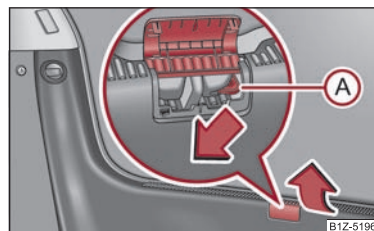

Fig. 29 Desbloqueo de emergencia de la tapa de maletero
- Levante la cubierta de la cerradura ⇒ fig. 29.
- Con ayuda de un objeto estrecho, p. ej., un destornillador, presione la palanca de mando (A) en el sentido de la flecha hasta el tope; se desbloqueará la tapa del maletero.